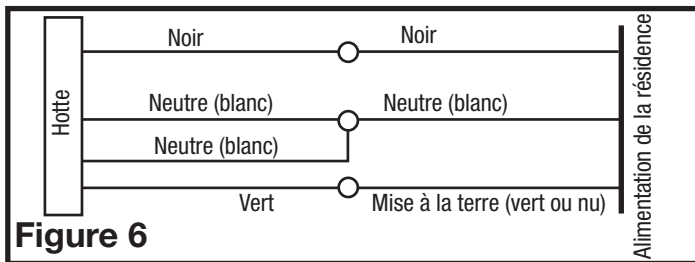

Figure 6
- Examinez le couvercle du compartiment de câblage et sélectionnez l'entrée des câbles la plus appropriée puis retirez l'alvéole défonçable. Passez le câble d'alimentation dans l'ouverture et installez un serre-câble approprié. Connectez les deux câbles blancs lâches de la hotte au câble blanc de l'alimentation, et le câble noir lâche de la hotte au câble noir de l'alimentation. Branchez le fil de mise à la terre (vert ou dénudé) du bloc d'alimentation à la vis de mise à la terre verte de la hotte. Suivez les méthodes homologuées pour effectuer toutes les connexions (Figure 6).